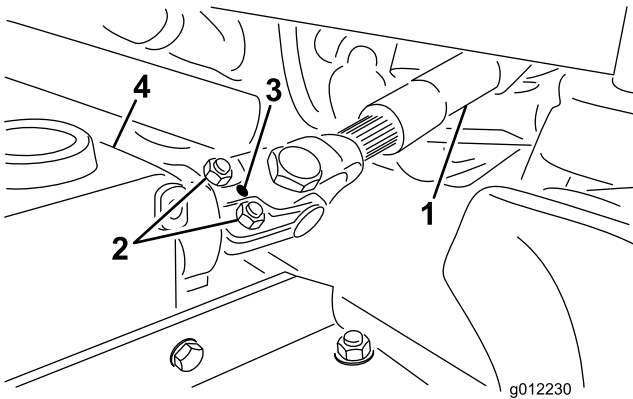

Figure 5
1. Insérez l'arbre de PDF mâle dans l'arbre de PDF femelle (Figure 5). Placez et alignez les trous de montage de l'arbre d'entrée de la boîte d'engrenages en face des trous de l'arbre de PDF, et réunissez-les.
2. Fixez-les ensemble avec une goupille cylindrique (Figure 5).
3. Serrez les boulons et écrous (Figure 5).